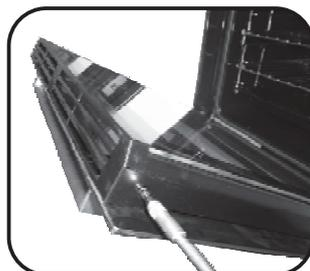

Рис. 3
- Витягніть гвинти, як показано на рисунку (Рис. 3).